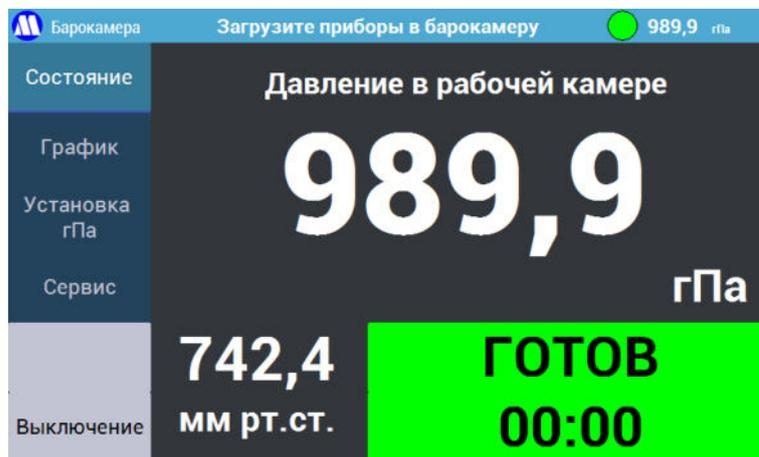

Рисунок 7 – Экран «Состояние».
7.3.5. На экране «Состояние» отображаются (Рисунок 7):